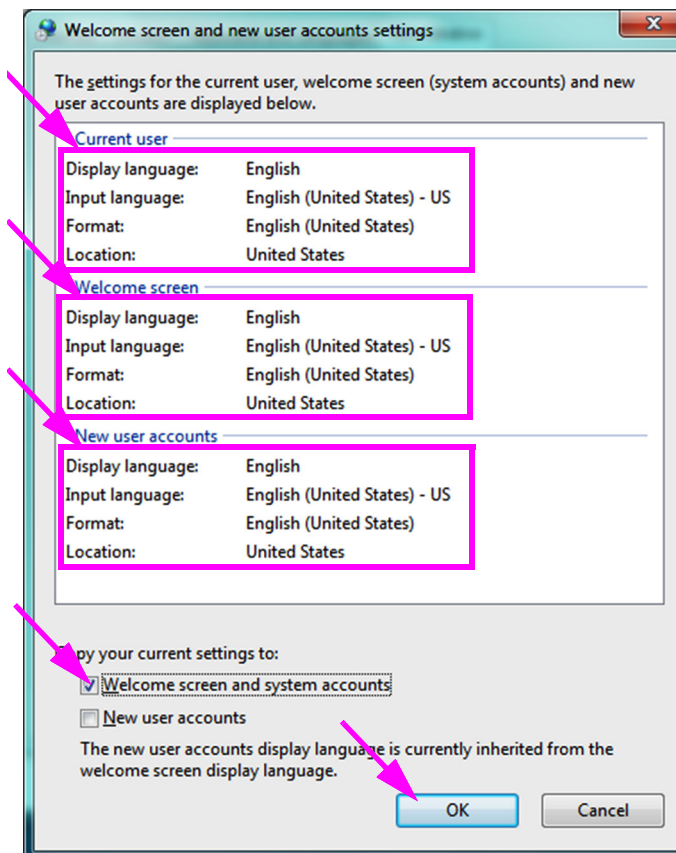

Figura C-17. Schermata Welcome Screen and New User Account Settings (Impostazioni schermata iniziale e nuovi account utente)
8. Verrà visualizzata la schermata Welcome screen and new user account settings (Impostazioni schermata iniziale e nuovi account utente) (vedere la Figura C-17).
9. Verificare che i campi Format (Formato) corrispondano alla lingua selezionata nella Sezione C.4.1, e che i campi Input Language (Lingua di input) corrispondano alla lingua selezionata nella Sezione C.4.2 (vedere la Figura C-17).